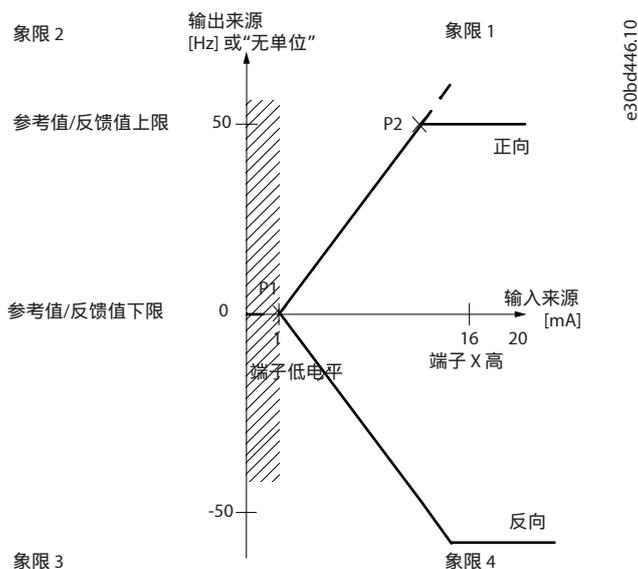

图 48: 死区大小
- 设置 0 处的最小参考值（请参考表 20 中的表以获得相关参数）或最大参考值。换言之，P1 或 P2 必须位于图 48 的 X 轴上。
死区的大小由 P1 或 P2 定义，如图 48 所示。